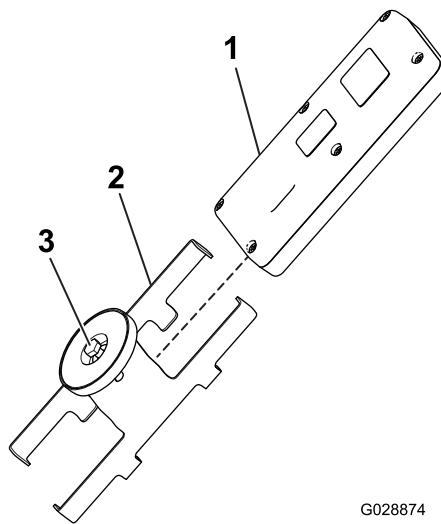

図 45
1. マグネット式ブラケットのマグネットについているボルトをゆるめる図45。
2. ブラケットの両側を開いてリモートを取り出す(図45)。
8. ハンドヘルドリモートをマグネット式ブラケットに取り付ける。ブラケットにリモートを入れ、ブラケットについているボルトを締め付ける (**図 45**)。